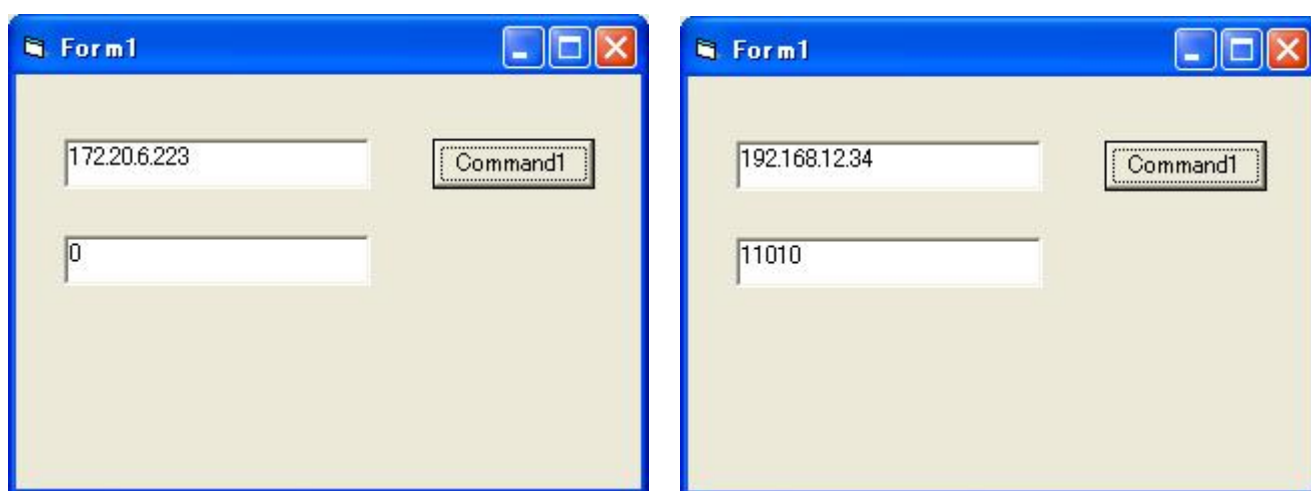

図 4-4 ICMP プロバイダ実行結果
- (5) 以上のプログラムを実行し、Command1 ボタンを押下します。図 4-4 左示すように、テキストボックスに“0”が表示されれば、Ping の送信が成功です。送信に失敗した場合は、図 4-4 右に示すように、テキストボックスにエラーコードが表示されます。